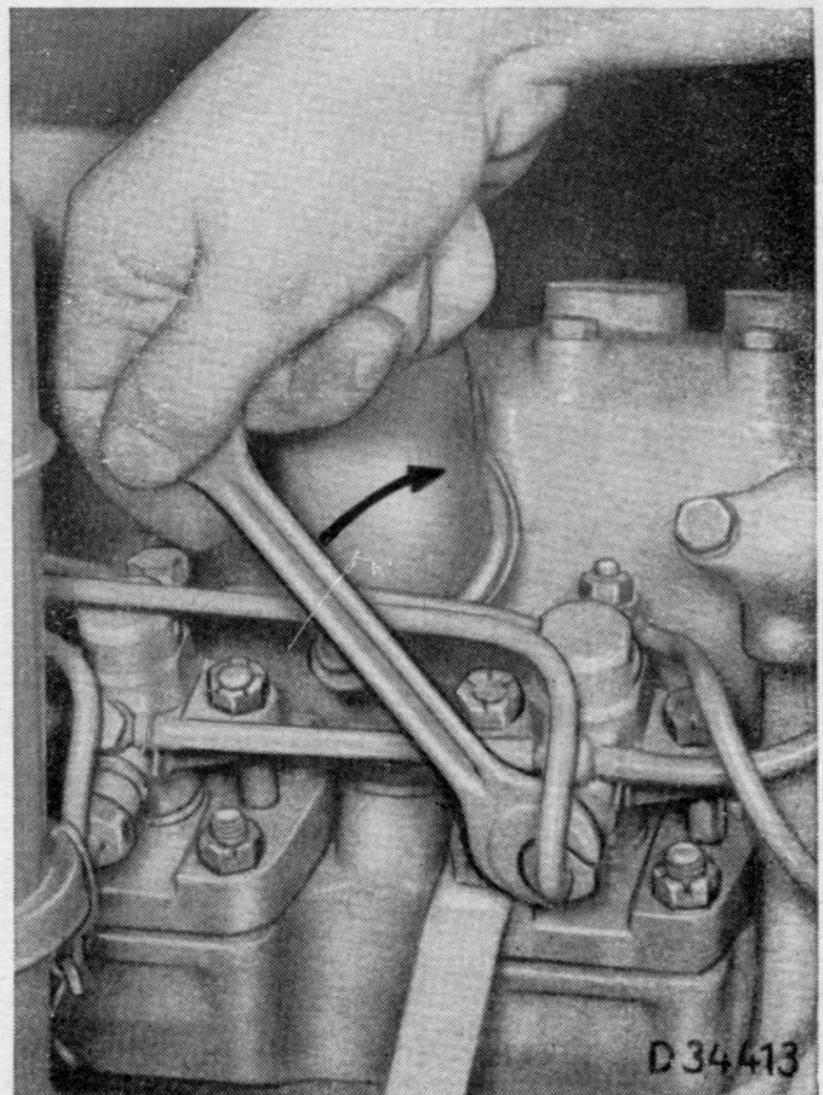

Bild 56. Dichtziehen der Druckrohranschlüsse an den Einspritzdüsen
d) Kommt der Motor noch nicht in Gang, dann Kraftstoffeinspritzleitungen an den Düsenhaltern lösen, durch Betätigen des Anlassers entlüften und wieder festziehen (Bild 56).